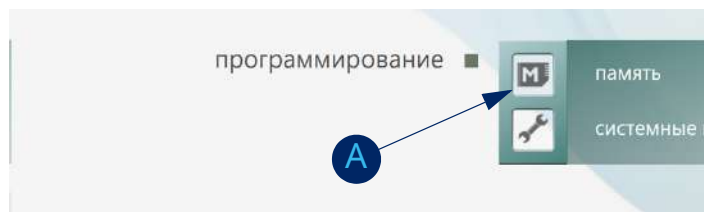

Fig. 152: Главное меню
1. В главном меню (рис. 152) нажмите **ПАМЯТЬ** [A].